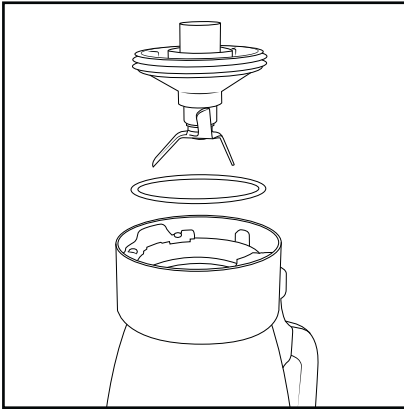

Abb. 5
- Um das Messer **17** wieder einzusetzen, achten Sie darauf, dass der Dichtungsring richtig eingelegt ist (Abb. 5). Setzen Sie nun das Messer **17** auf und drehen Sie es mit Hilfe der Deckelverriegelung **14** im Uhrzeigersinn zu, bis es wieder fest sitzt.